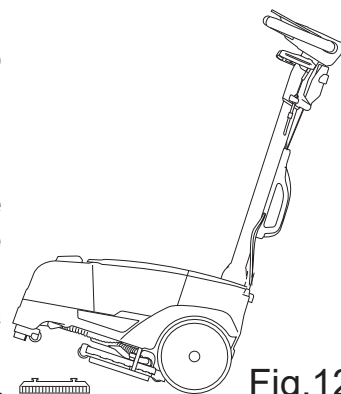

Fig.12
- Facendo leva con il manico sollevare la parte anteriore della macchina, portare il coprispazzola della macchina sopra alla spazzola quindi abbassare la macchina (Fig.12).
- Facendo leva con il manico sollevare la parte anteriore della macchina (Fig.12).